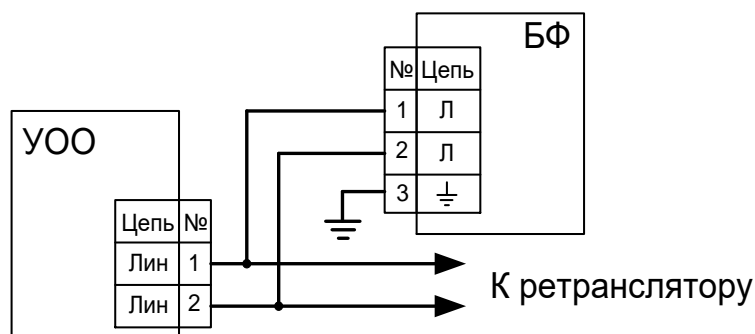

Рисунок 2.1
2.1.1.1 При установке УОО на удаленных объектах требуется обеспечить защиту телефонной линии от наводимых высоковольтных помех (грозовые разряды, промышленные помехи и пр.). Для этого необходимо подключить блок фильтра БФ (входит в комплект поставки УОО) на минимальном расстоянии от УОО согласно рис. 2.1. Защита от помех установлена только в БФ нового образца, характерное отличие которого заключается в наличии дополнительной клеммы  $\perp$  на плате БФ. БФ рекомендуется подключать даже в том случае, когда телефонный аппарат на объекте не установлен. Тогда клеммы "ТТ" на БФ необходимо оставить свободными.